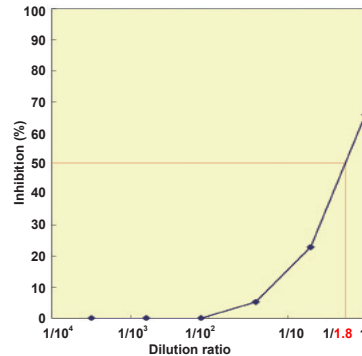

図5 赤血球サンプルを用いた阻害曲線
- 1) 阻害曲線 (図5) より IC50 値を求める。サンプルの IC50 値の希釈率は「1/1.8」となる。